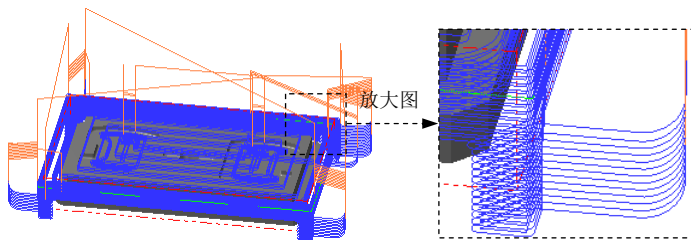

图 20.12 刀具路径
(1) 单击 **螺旋式下刀** 按钮，在系统弹出的“螺旋/斜插式下刀参数”对话框中选择 **斜插** 选项卡，单击 按钮，系统返回至“曲面粗加工挖槽”对话框。
(2) 单击 **切削深度(D)...** 按钮，在系统弹出的“切削深度设置”对话框中选中 **绝对坐标** 单选项，然后在 **绝对的深度** 区域的 **最高位置** 文本框中输入值 4，在 **最低位置** 文本框中输入值 -20。单击 按钮，系统返回至“曲面粗加工挖槽”对话框。
(3) 单击 **间隙设置(G)...** 按钮，在系统弹出的“刀具路径的间隙设置”对话框中选中 **切屑顺序最佳化** 复选框，在 **切弧的半径** 文本框中输入值 6，在 **切弧的扫描角度** 文本框中输入值 90，在 **切线的长度** 文本框中输入值 0，然后单击 按钮，系统返回至“曲面粗加工挖槽”对话框。
Step11. 单击“曲面粗加工挖槽”对话框中的 按钮，完成加工参数的设置，此时系统将自动生成图 20.12 所示的刀具路径。